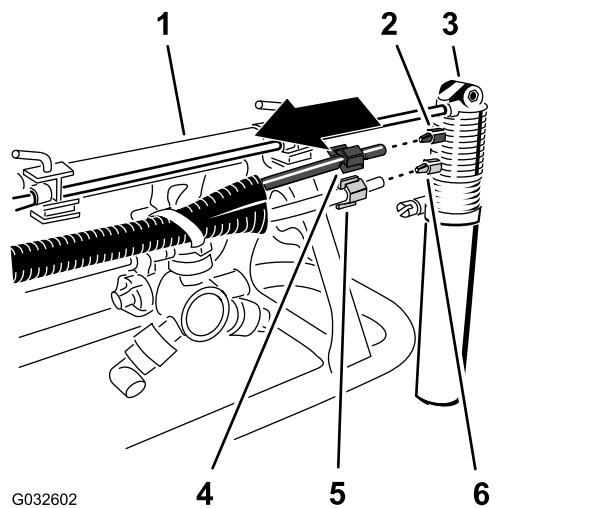

Figura 21
2. Nell'ugello del tracciafile schiumogeno, allentate il dado di compressione che fissa il tubo blu (acqua) al raccordo di compressione blu dell'ugello del tracciafile schiumogeno (Figura 21).
3. Allentate il dado di compressione che fissa il tubo trasparente (aria) al raccordo di compressione bianco dell'ugello del tracciafile schiumogeno (Figura 21).
5. Rimuovete i dadi di compressione alle estremità dei tubi (Figura 21).